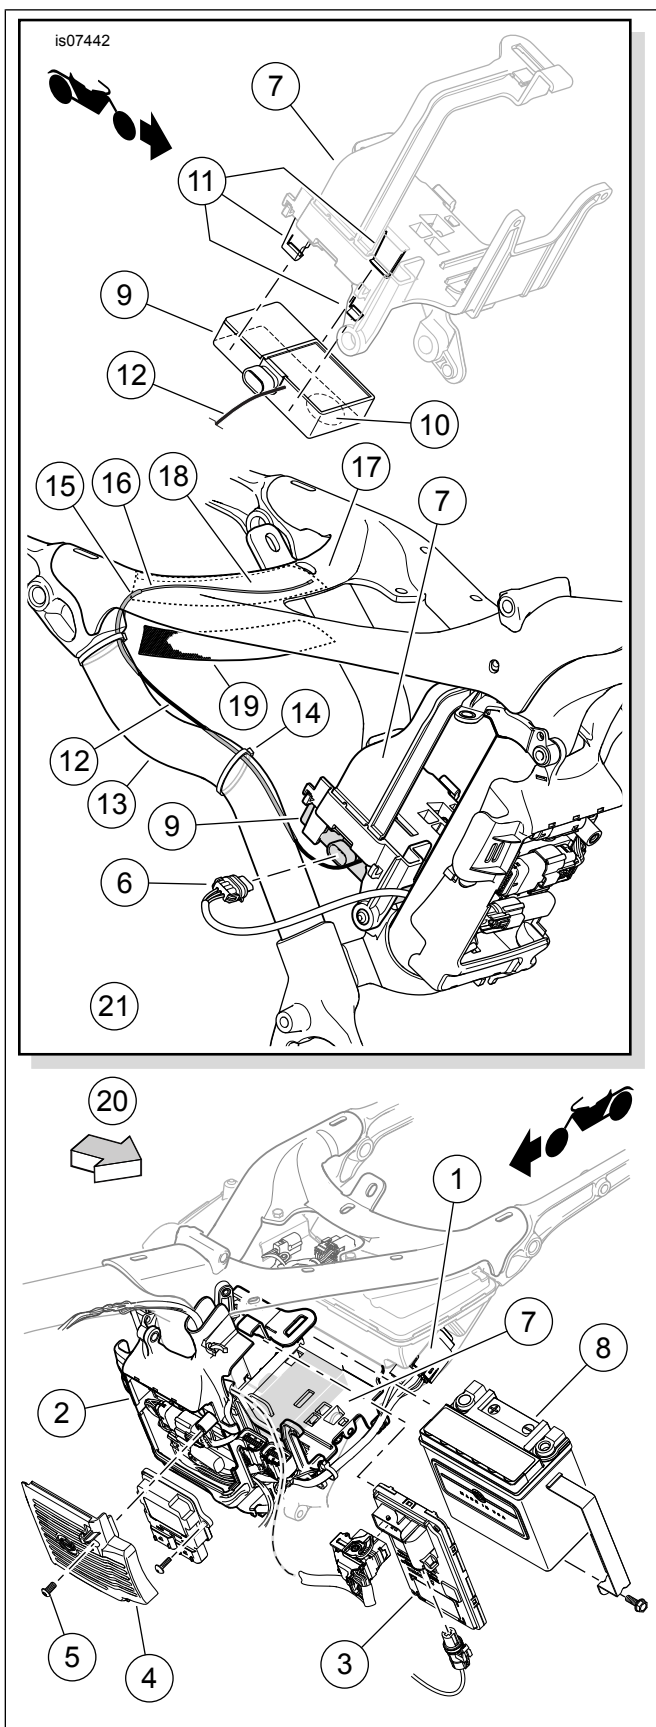

Figura 40. Instalación de la sirena (modelos Sportster de 2014 y posteriores)
3. Vea la Figura 40. Saque la caja de fusibles (1) del tanque de aceite. Quite BCM (3) de la caja de fusibles y relés (2).
4. Quite el tornillo (5) que retiene la cubierta del ECM (4). Tire de la cubierta del ECM hacia adelante y hacia fuera del lado izquierdo del vehículo.
5. Quite el conector de la sirena de seguridad [142B] (6) del retén que está en la parte trasera de la caja de fusibles y relés. Coloque el conector y el cableado debajo de la bandeja de la batería (7) en el lado derecho del vehículo.
6. Quite la batería (8) del vehículo de acuerdo con el Manual de servicio.
7. Inserte el conector de la sirena de seguridad [142B] en el receptáculo de la sirena (9) de seguridad hasta que el conector se cierre firmemente.
8. Encaje la sirena en los ganchos (11) debajo de la bandeja de la batería para que el disco sensor (10) esté hacia la parte delantera izquierda, mirando hacia abajo.